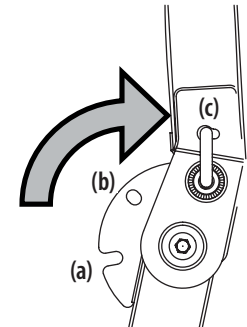

Figure 5
2. Placez la structure de protection à la position désirée. Voir Figure 5.
**NOTE :** La structure peut être placée à la position de transport (a), la position de transport avec bac récupérateur (b) ou celle d'utilisation (c). Voir Figure 5.